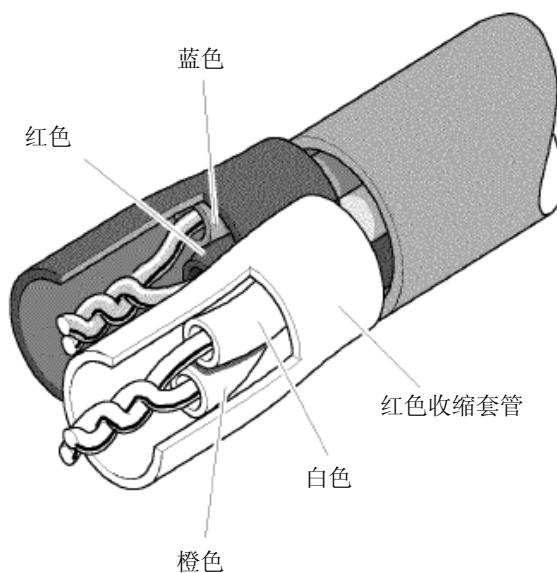

图 7-12
4. 使用随机提供的红色收缩套管为焊点实施绝缘保护，加温直至套管收缩到位(最好使用工业吹风机或者类似设备)，参见下图 7-12。